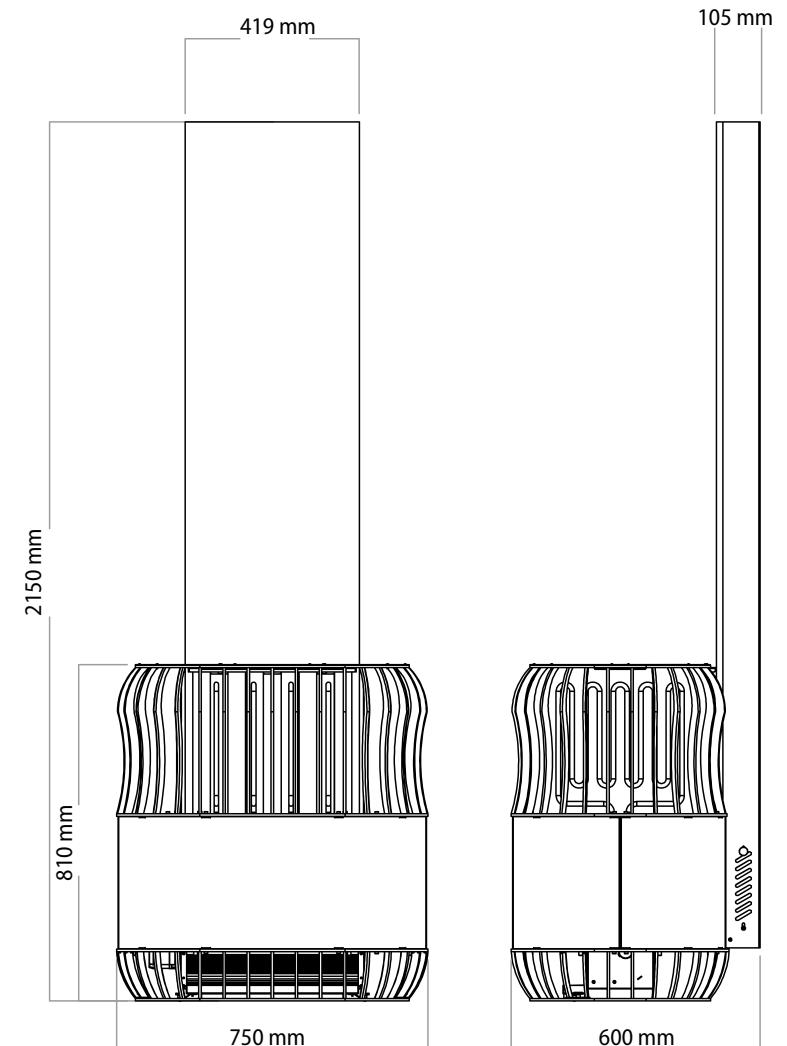

Abbildung 4
- Die Abmessungen des Geräts sind in Abbildung 4 gezeigt.